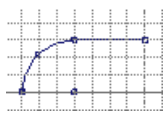

图 4.9.3 初步绘制
(1) 单击“创建直线”命令按钮.
(2) 选取 Step2 中所绘制的圆弧的起点作为直线段的起点, 再在以直线段的起点水平向右四个栅格的位置选取一点作为直线段的终点。
(3) 单击中键, 结束直线段的绘制, 到此完成初步绘制, 如图 4.9.3 所示。